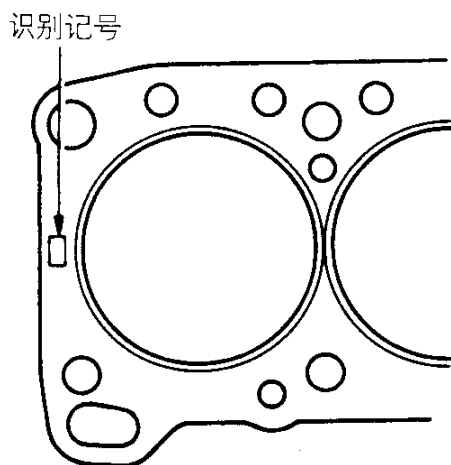

图 2-71 气缸盖垫片上的识别记号
(3) 安装锁簧时，用专用工具或其他适当的工具压缩气门弹簧装入锁簧。注意如果过度压缩气门弹簧，则会使上座底部接触到气门杆密封件而损伤密封件。
(4) 安装气缸盖垫片时，先擦净气缸体和气缸盖的垫片安装面。确认好气缸盖垫片上的识别记号。如图 2-71 所示，识别记号被刻在气缸盖垫片的前端上部，识别记号为“63”。注意不要对气缸盖垫片涂敷密封胶。